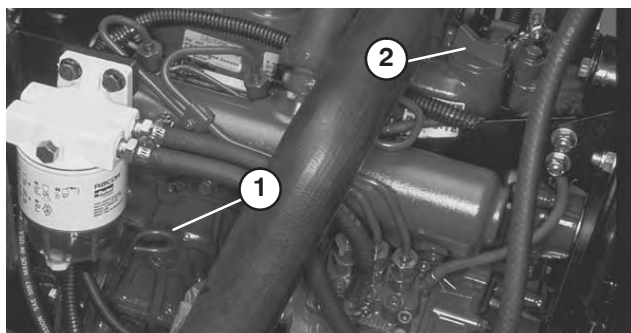

Figure 14
2. Sortez la jauge, essuyez-la sur un chiffon propre et remettez-la en place. Retirez la jauge et vérifiez le niveau d'huile ; il doit atteindre le repère maximum (Fig. 14).
3. Si le niveau d'huile est en-dessous du repère du **plein** (FULL), retirez le bouchon de remplissage et ajoutez de l'huile jusqu'à ce que le niveau atteigne le repère du **plein** (Fig. 14). **Ne remplissez pas excessivement.**